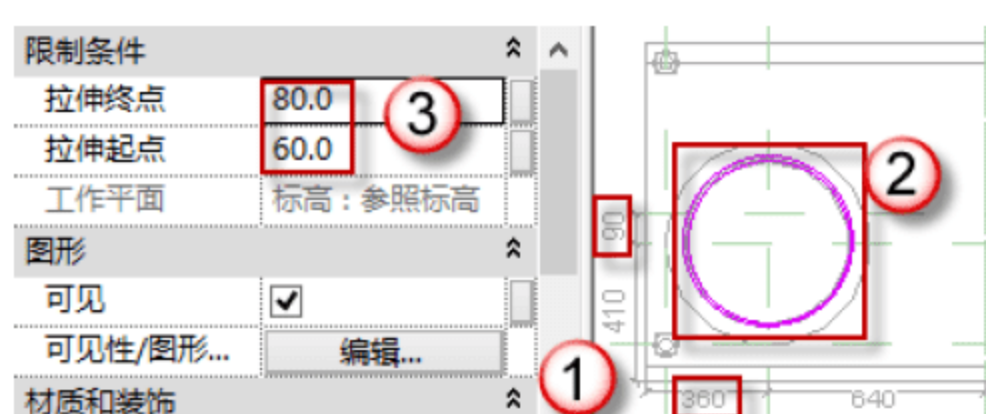

图 8.2.14 绘制炉围 B
(14) 炉围 B (由半径为 250mm 的圆与 半径为 240mm 的圆围合成的圆环, 其高度为 30mm)。返回到“楼层平面-参照标高”平面, 按快捷键 C+O 和 M+M 绘制参考线。选择“创建”→“拉伸”→“圆形框”命令, 绘制图框 a (半径=250mm), 在选项栏中更改偏移量为“-10”, 绘制图框 b (半径=240mm), 在“属性”面板中编辑“拉伸起点”和“拉伸终点”的数值 (60, 80), 然后单击 √ 按钮, 如图 8.2.14 所示。